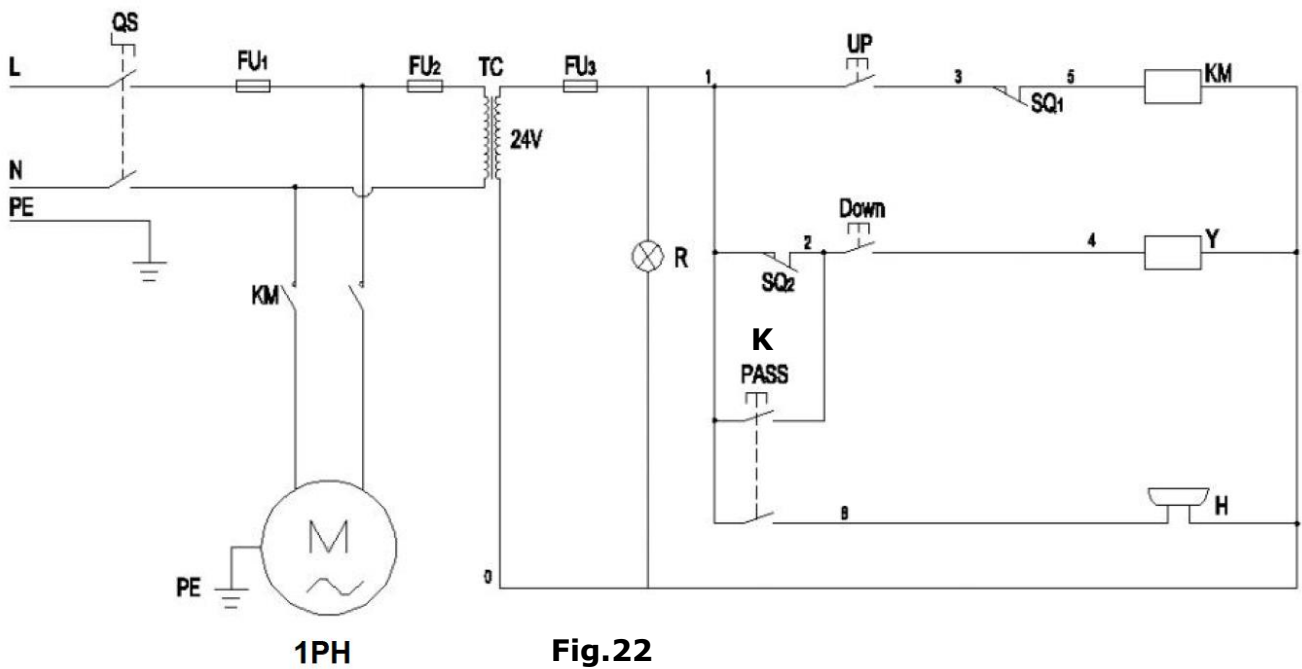

Fig.22
3.3. Schemat elektryczny 230V (patrz Fig.22)